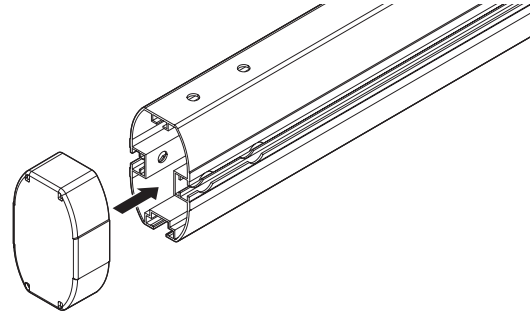

Figura 6
8. Coloque la tapa. Consulte la Figura 6.